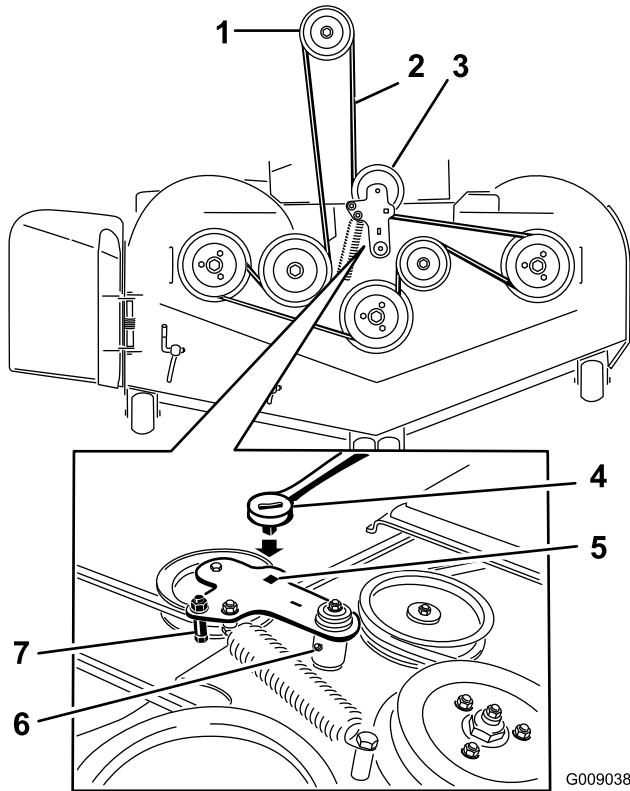

Figura 73
5. Utilice una llave de carraca en el taladro cuadrado del brazo tensor para aliviar la tensión del muelle tensor (Figura 73).
7. Retire la guía de la correa del brazo tensor tensado con muelle según lo ilustrado en Figura 73.
- Pase la correa nueva alrededor de las poleas del cortacésped y de la polea del embrague, debajo del motor (Figura 73).
- Instale la guía de la correa en el brazo tensor según se muestra en Figura 73.
- Utilizando la llave de carraca en el taladro cuadrado, instale el muelle tensor (Figura 73).